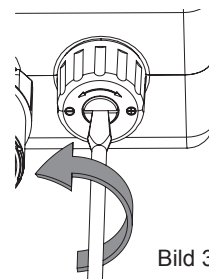

Bild 3
- Die Feststellschraube unter dem Griff (4) lösen (Bild 3).